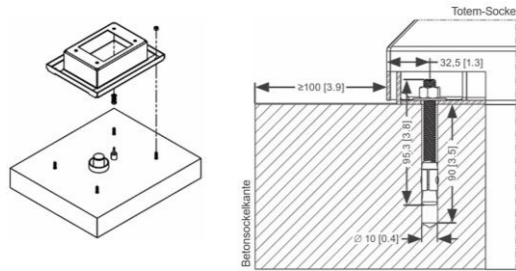

Abbildung 4.8: Details zu den Befestigungspunkten – mm [Zoll]
Der Sockel des Ladesäules sollte mit vier (04) im Lieferumfang enthaltenen Ankern (3/8") am Betonsockel befestigt werden, wobei die Bohrungen oder Vorbohrungen gemäß den in Abbildung 4.8 angegebenen Abständen anzubringen sind.